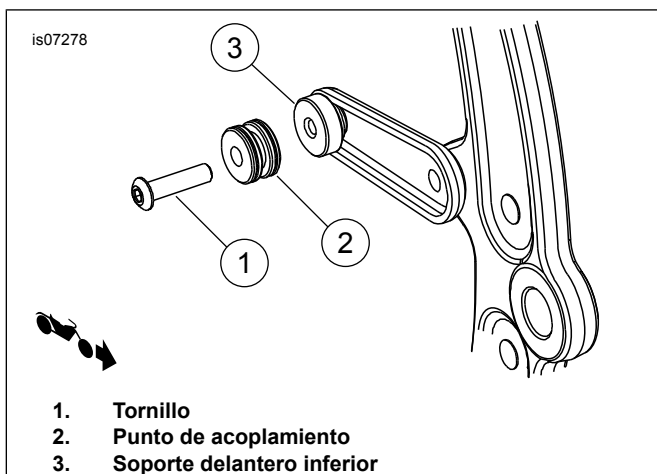

Figura 6. Punto delantero de acoplamiento inferior (sin otros accesorios desmontables)
1. Vea Figura 6. Instale el punto de acoplamiento mini (2) en el tornillo (1).
3. Instale el tornillo en la porción con rosca del soporte delantero inferior (3). Apriete el tornillo a 16,3–24,4 N·m (12–18 ft-lbs).